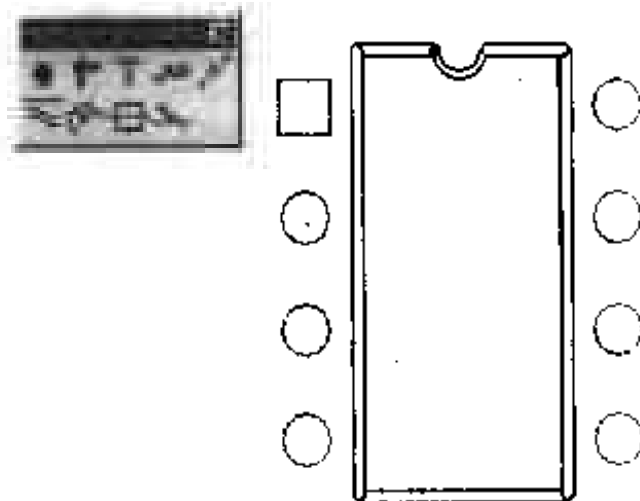

图 7-29 获取零件封装
(1) 从已有的零件封装获得一个拷贝。通常为了不影响系统封装库首先拷贝一份，然后在拷贝的那份上进行修改。在 PCB 设计窗口中单击 Browse PCBLib 标签页，选取封装 DIP8，再单击主菜单的菜单项 Edit\Copy 或单击快捷键 E、C、Ctrl+Ins，将 DIP8 拷贝在剪贴板中。然后进入零件封装编辑窗口（单击主菜单的菜单项 Tools\New Component...或单击快捷键 T、C，出现零件封装向导对话框，单击 Cancel 按钮即可），再单击主菜单的菜单项 Edit\Paste 或快捷键 E、P、Shift+Ins，将 DIP8 粘贴到编辑窗口中。结果如图 7-29 示。